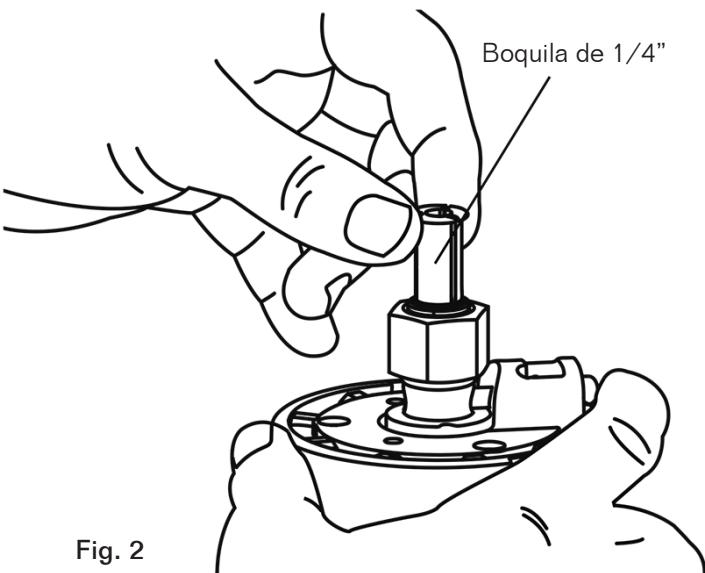

Fig. 2
6. Inserte el manguito de la boquilla de 1/4 "en el conjunto de la boquilla de 1/2" tanto como sea posible (FIG. 2).